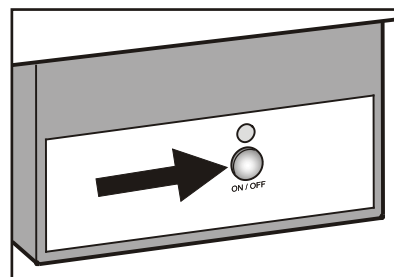

Figura 20
- Presione el botón en el alojamiento del fabricante de hielo (**Figura 20**) durante aproximadamente 3 segundos. El piloto LED encima del botón comenzará a parpadear.
*El fabricante de hielo también puede ser encendido y apagado pulsando el botón "On/Off" de la caja del fabricante de hielo durante aproximadamente 1 segundo (**Figura 20**).*